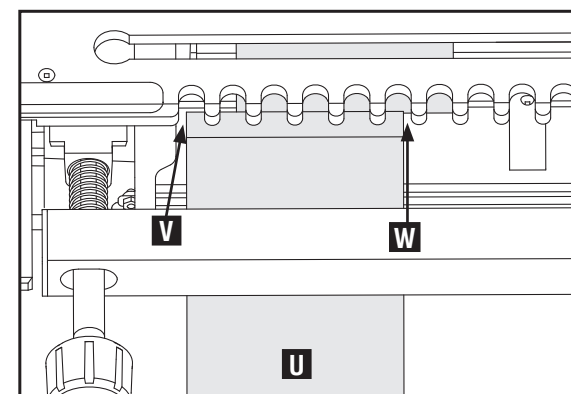

Fig. F10
8. Deslice la tabla con cola (lado de la gaveta) (U) Fig. F10 hacia arriba en la posición vertical con la "superficie externa" mirando hacia la horma y alineada con la plantilla anterior. Centre y sujete la tabla con cola en la posición a la izquierda más alejada, como se muestra en la Fig. F10. Asegúrese de que el espacio (V) es igual al espacio (W).